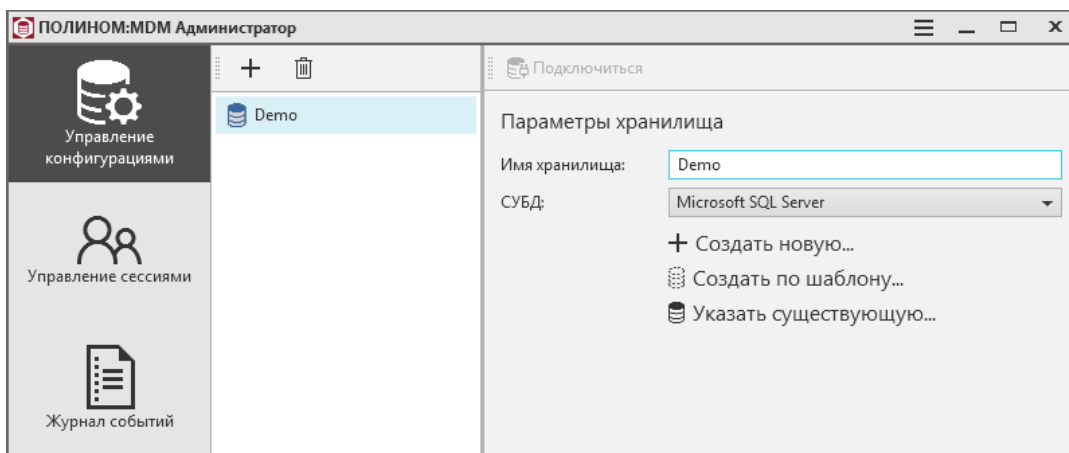

Рис. 3.49
1. Запустите приложение ПОЛИНОМ:MDM Администратор (рис. 3.49).
1. Выберите СУБД для созданного на предыдущем шаге хранилища (рис. 3.49).